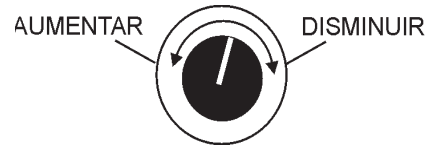

Figura 22. Perilla reguladora de voltaje
3. Gire la perilla de voltaje (Figura 22) según las manecillas del reloj para aumentar la salida de voltaje, gire al contrario de las manecillas del reloj para disminuir la salida de voltaje. Use el regulador de voltaje ajuste la perilla siempre que un ligero ajuste de la salida de voltaje es requerida.